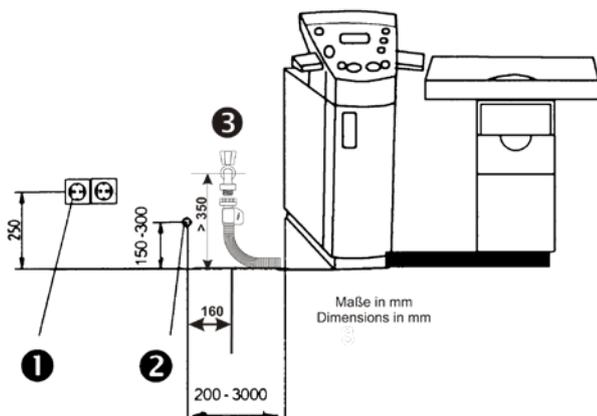
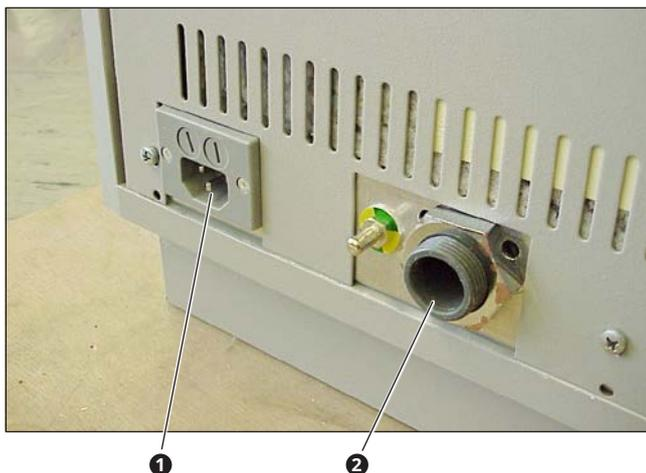

Bild 3.
Bild 4.
- Das Netzkabel der ATMOS C 21 / C 31 wird an eine Schutzkontakt-Steckdose in der Nähe des Gerätes (max. 3 m, vorzugsweise links neben der Funktionssäule) angeschlossen (Bild 3).
- Abwasserschlauch mit dem Gerät (❷, Bild 4) und dem G3/4" Anschlussstück verbinden (jeweilige Dichtung einlegen!).
- Verbinden Sie den Kaltgerätestecker (❶, Bild 4) mittels mitgeliefertem Netzkabel mit der Schutzkontakt-Steckdose.
- Verbinden Sie den Anschluss für Abwasser (❷, Bild 4) mit dem Wasserablauf (❷, Bild 3).